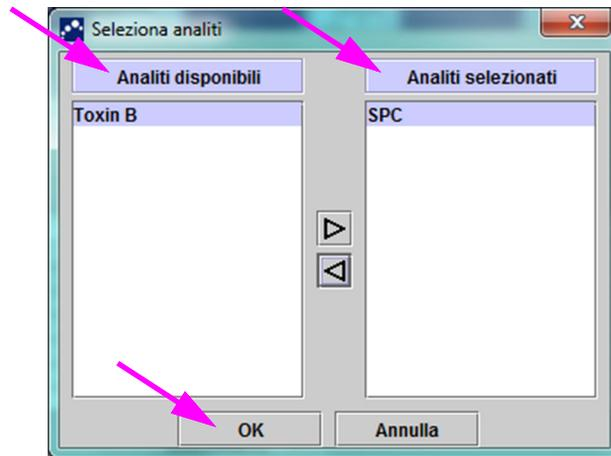

Figura 6-3. Finestra di dialogo Seleziona analiti
- Pulsante **Selezione analiti:** selezionare gli analiti. Premere il pulsante **Selezione analiti** per visualizzare gli analiti applicabili a questo saggio. Viene visualizzata la finestra di dialogo **Seleziona analiti** (vedere la Figura 6-3).